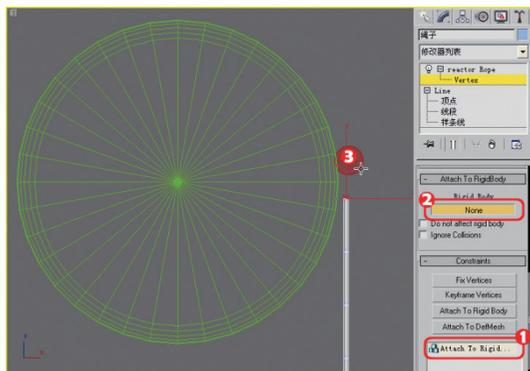

图9-102 拾取捆绑
**06** 然后，选择列表框中的Attach to Rigid选项，在展开的卷展栏中单击None按钮，并在视图中拾取“固定点”物体，如图9-102所示。